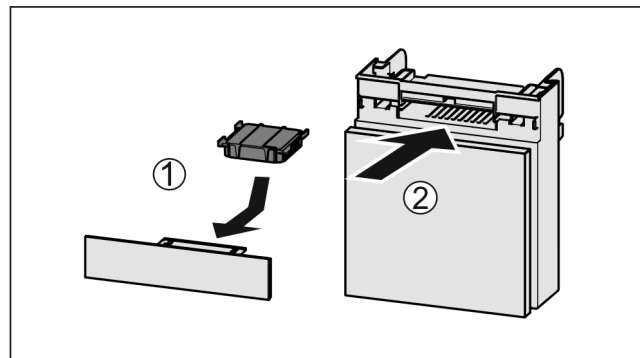

Fig. 129
- ▶ Поставете Fig. 129 (1) филтъра с активен въглен, както е показано на фигурата.
- ▶ Вкарайте Fig. 129 (2) отделениято.